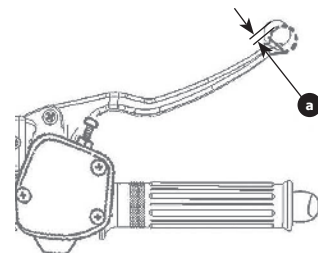

Рис. 83
**а** **Рис. 83.** Если это не так, обратитесь к Уполномоченному дилеру для проверки тормозной системы.